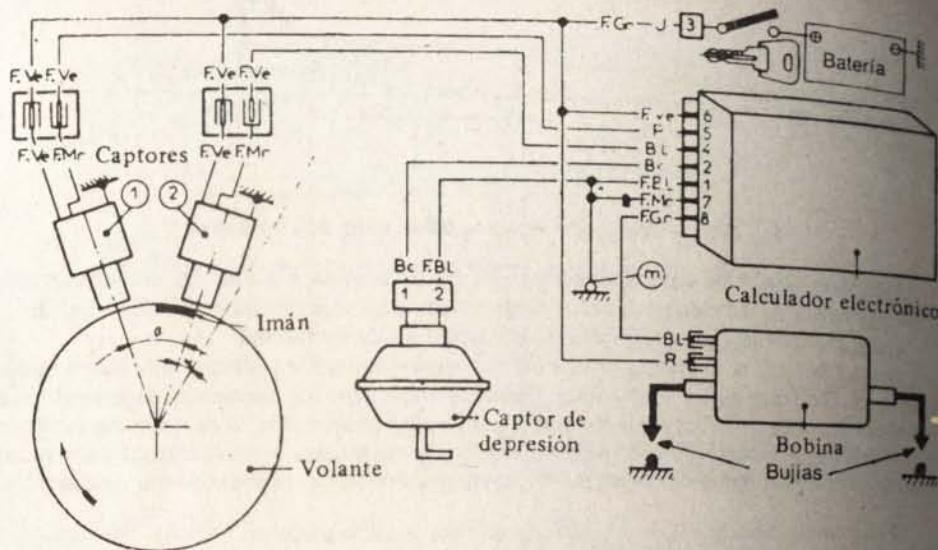

Fig. 4-18.— Esquema de encendido electrónico Citroen-Visa.
12. Encendido electrónico Citroën Visa. Se compone de dos captores de proximidad (1) y (2), fijos al cárter del embrague (fig. 4-18); de un imán o placa polar, situado sobre el volante del motor; de un captor de depresión, compuesto por una cápsula y de un contacto de puesta a masa, situado junto al cierre del capot; de un calculador electrónico Thomson o Motorola, fijado en la parte superior de la guantera, al lado izquierdo; de una bobina especial Ducellier 520010A, y de las dos bujías de asiento cónico, tradicionales, con electrodos abiertos en 0,6 a 0,7 mm.